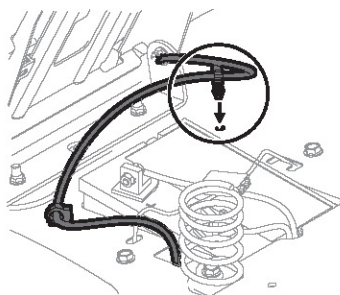

Figure 4
5. Faites endormer l'attache pour retenir l'excédent de fil à l'aile. Voir Figure 4.